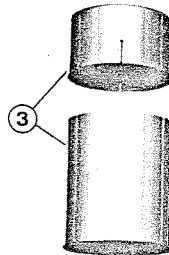

Fig. 1.2
2.2 Cámara cilíndrica telescópica (546 27); véase la fig. 1.2
- ③ Tubo metálico con tapa desplazable, junto con el fondo de la cámara ① para la fabricación de una cámara de ionización telescópica
2.2 Cloche télescopique complémentaire (546 27); cf. fig. 1.2
- ③ Tube métallique avec couvercle coulissant, formant, avec le fond ① une chambre d'ionisation de hauteur variable.